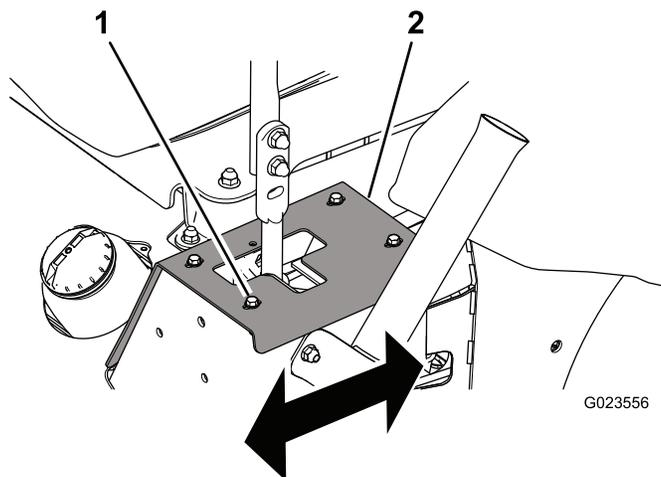

Рисунок 54
- Если ее уводит вправо, ослабьте болты и перемещайте левую упорную пластину назад до тех пор, пока машина не будет двигаться прямолинейно (Рисунок 54).
- Если ее уводит влево, ослабьте болты и перемещайте правую упорную пластину назад до тех пор, пока машина не будет двигаться прямолинейно (Рисунок 54).
3. Затяните болты для фиксации упорной пластины (Рисунок 54).